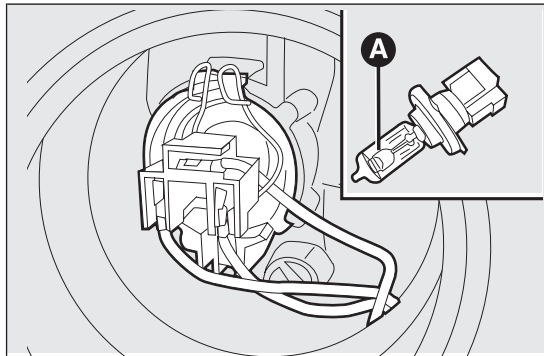

fig. 145
- extraer la lámpara A fig. 145 del conector B y sustituirla;